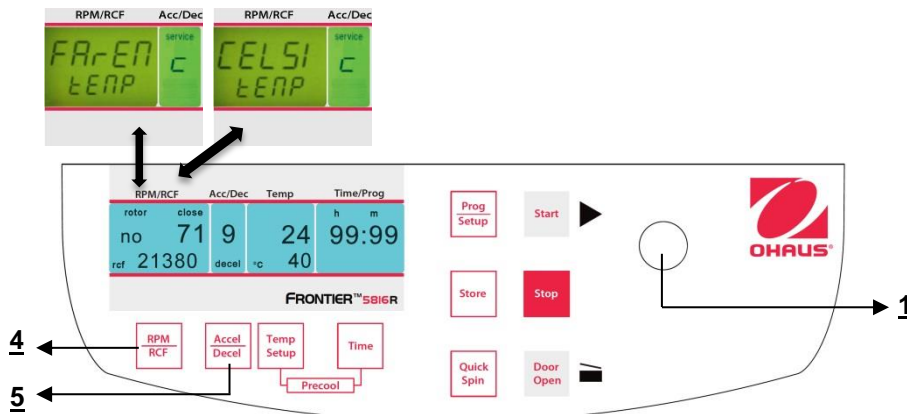

Abbildung. 31
Fahren Sie fort wie unter Punkt 4.1.1 beschrieben, um in den Programmmodus einzutreten und drücken Sie dann die Taste "**Accel/Decel**" (5). Auf der Anzeige "**Acc/Dec**" (A-2) erscheint das Wort "**Service**". Wählen Sie nun den Buchstaben "**C**" mit Hilfe des Anpassungsknopfes (1). Als Ergebnis erscheinen auf der Anzeige "**RPM | RCF**" (A-1) die Worte "**CELSI/temp**". Wenn Sie die Taste "**RPM | RCF**" (4) drücken, blinkt das Wort "**CELSI**" und Sie können mit dem Anpassungsknopf (1) die Anzeige in Fahrenheit "**FAREN**" ändern (siehe Abbildung 31). Nachdem Sie die Einstellungen gespeichert haben (siehe 4.1.1), ändern Sie zurück zum normalen Programmiermodus, indem Sie die Zentrifuge kurzzeitig ausschalten.